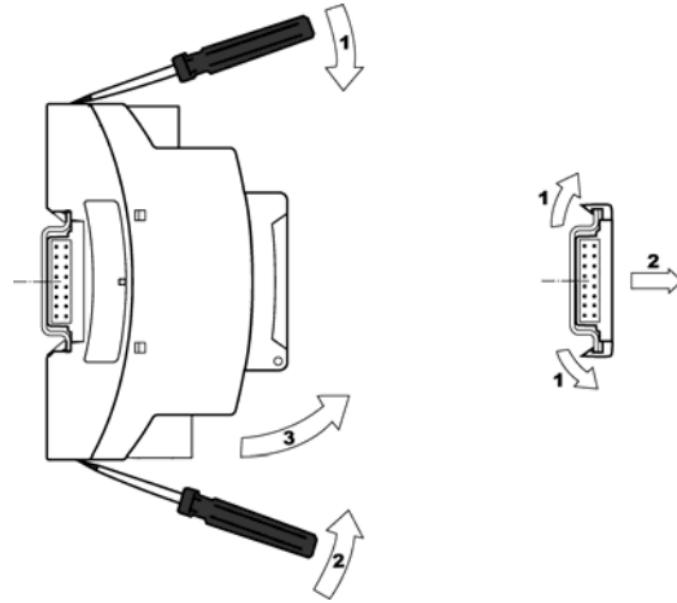

Рисунок 6.4 Демонтаж модуля с DIN-рейки
- При помощи отвертки открыть защелки, фиксирующие модуль на DIN рейке (см. рис. 6.4а)
- Для снятия соединителя следует, предварительно освободив его от связи с другими соединителями, поддеть пальцами одновременно все зубцы, потянуть на себя. (см. рис. 6.4б)
Соединители располагаются между модулями и DIN-рейкой (см. рис. 6.4). Соответствующий модулю соединитель входит в комплект поставки.